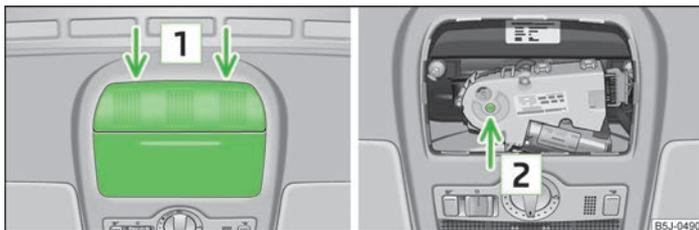

Abb. 21 Ansatzpunkt des Schraubendrehers / Öffnung zum Ansetzen des Schlüssels
- Einen etwa 5 mm breiten Schraubendreher vorsichtig in den Schlitz an den mit Pfeilen gekennzeichneten Stellen  » Abb. 21 einsetzen.